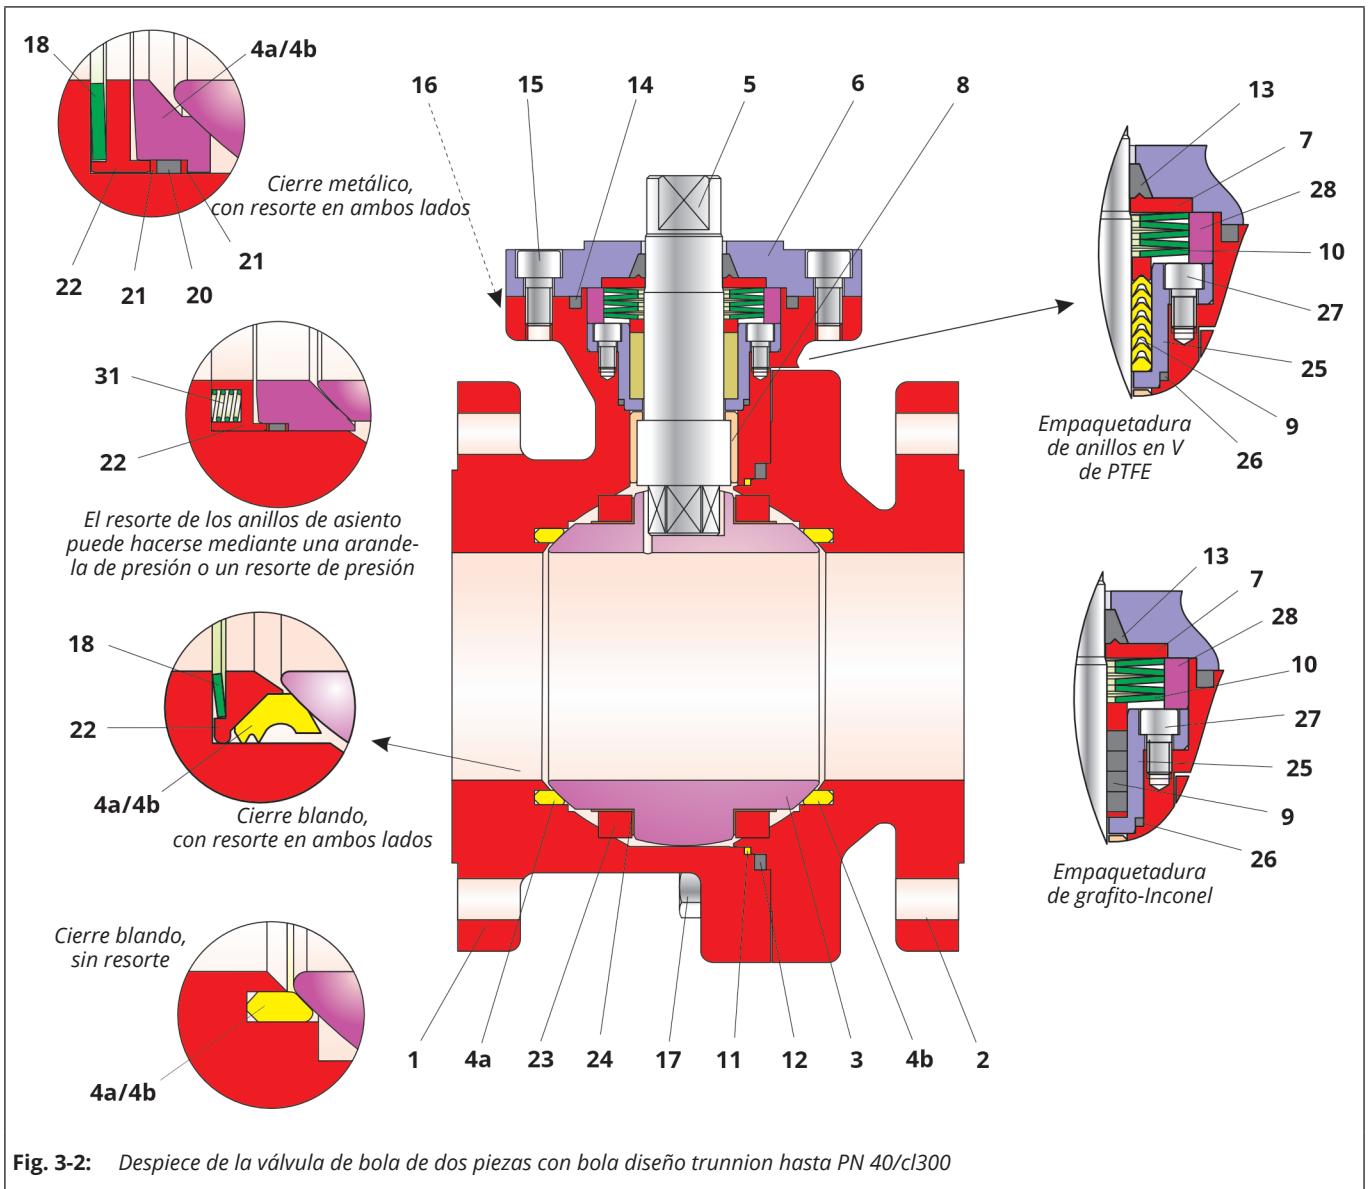

Fig. 3-2: Despiece de la válvula de bola de dos piezas con bola diseño trunnion hasta PN 40/cl300
Para el montaje tener en cuenta la posición y orden de los componentes como se muestra en la Fig. 3-2.
- ⇒ Rellenar el casquillo de la empaquetadura (25) con la empaquetadura de anillos en V (9). Orden de colocación de la empaquetadura ver la Fig. 3-2.
- ⇒ Rellenar el casquillo de la empaquetadura (25) con la empaquetadura de grafito (9), ver Fig. 3-2.
- ⇒ Colocar el anillo centrador (28) sobre el casquillo de la empaquetadura.
- ⇒ Colocar el conjunto de arandelas de presión (10) en el anillo centrador sobre la empaquetadura (9). Disposición de las arandelas de presión, ver Fig. 3-2.
- ⇒ Deslizar el casquillo (7) por el eje (5), hasta que apoye sobre las arandelas de presión (10).
- ⇒ Empujar cuidadosamente el anillo de carbón grafito (13) por el eje (5) hasta el casquillo (7).
- ⇒ Insertar el anillo de carbón-grafito (14) en la ranura de la brida del prensaestopas (6).
- ⇒ Colocar la brida del prensaestopas (6) por el eje (5) encima del cuerpo principal (1).
- ⇒ Engrasar ligeramente los tornillos (15).
- ⇒ Centrar la brida del prensaestopas (6) con ayuda de los tornillos (15) y apretar los tornillos uniformemente.